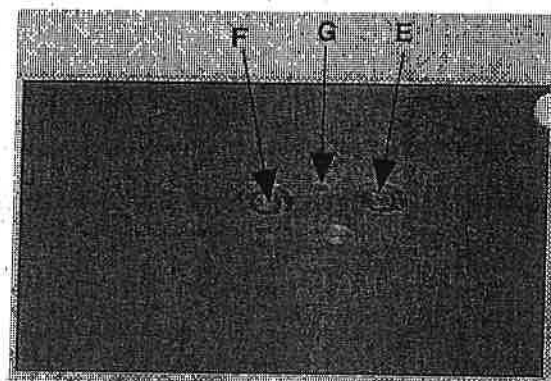

Abbildung 35
7.8.4. Planschlitten Umkehrspiel Justierung Abb. 35